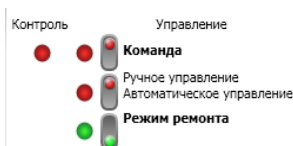

Рисунок 4.3
- красный цвет индикатора «Команда» – включить реле (рисунок 4.3).